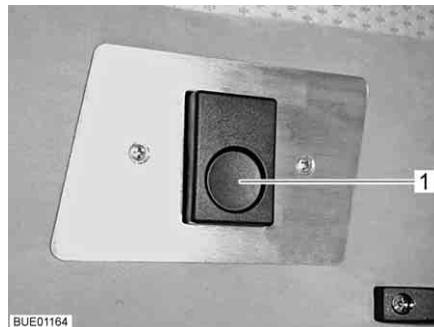

Bild 121 Lås
- Tryck på låsknappen (Bild 121, 1). Låset är upplåst.